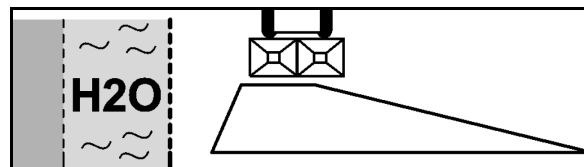

Рис. 71
1. Распределение по границе в соответствии с предписанием о внесении удобрений (Рис. 71):
Для распределения по границе (в соответствии с предписанием о внесении удобрений) (Рис. 71) или **распределению по краю поля** (рядом расположены собственные, подлежащие аналогичной обработке угодья) (Рис. 73) замените **левый** распределяющий диск **Omnia-Set** (распределение по краю слева), глядя по направлению движения, **на** соответствующий диск с ограничением дальности распределения **Tele-Set**.